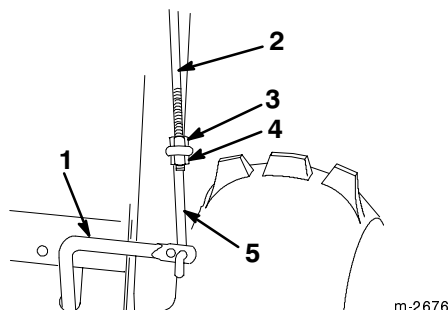

Figure 9
1. Vissez un écrou à embase (embase vers le bas) sur la tige de commande supérieure située sur le mancheron de droite (Fig. 9).
2. Passez la tringle inférieure dans le trou extérieur de la tige de commande inférieure (Fig. 9).
3. Insérez la tige de commande supérieure dans la boucle de la tringle inférieure (Fig. 9).
4. Vissez un contre-écrou à embase (embase vers le haut) sur le bas de la tige de commande supérieure, sous la boucle de la tringle inférieure (Fig. 9).
7. Corrigez la position des contre-écrous si nécessaire pour obtenir cet écartement, puis serrez solidement les contre-écrous (Fig. 9).